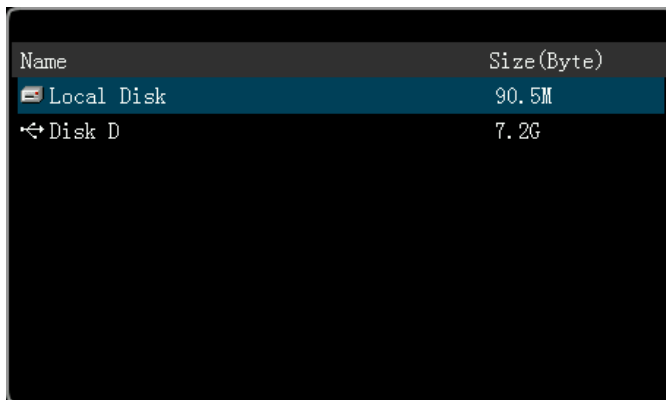

図 14-1 ディスク管理インタフェース
**保存**→**ディスク管理**を押し、図 14-1 に示すディスク管理インタフェースをオンにし、**↻**を用いてご希望のディスクを選択します。現在選択されているディスクが、青い影で表示されます。**↻**を押下して選択したディスクを開きます。